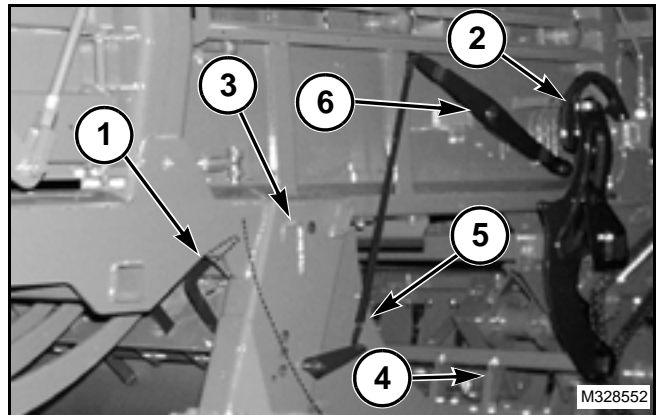

FIG. 22
FIG. 22: Las uñetas de sujeción de carga (1) sostienen el heno en la cámara de carga hasta que se ejerza suficiente fuerza sobre la puerta del sensor para accionar el embrague del dispositivo de llenado. Las uñetas de sujeción de carga son movidas por una leva (2) ubicada al lado derecho del eje del dispositivo de llenado. La leva está sincronizada para tirar de las uñetas de sujeción de carga desde la sección trasera superior de la cámara de carga (3) a medida que las uñetas del dispositivo de llenado (4) entran en la vertedera de carga (5). Las uñetas de sujeción permanecen atrás hasta que las uñetas del dispositivo de llenado empujan la carga de heno dentro de la cámara de fardos. A medida que las uñetas del dispositivo de llenado se retiran de la cámara, la leva libera la palanca de la leva (6), permitiendo que las uñetas de sujeción, bajo la tensión del resorte, entren de nuevo a la cámara de carga.